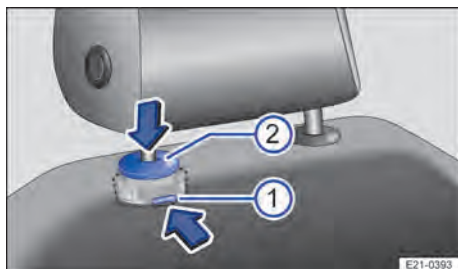

Fig. 73 Nos bancos dianteiros: mecanismo para remover o apoio para cabeça.
1. Pressionar o travamento → Fig. 73  para frente no sentido da seta e mantê-lo pressionado.